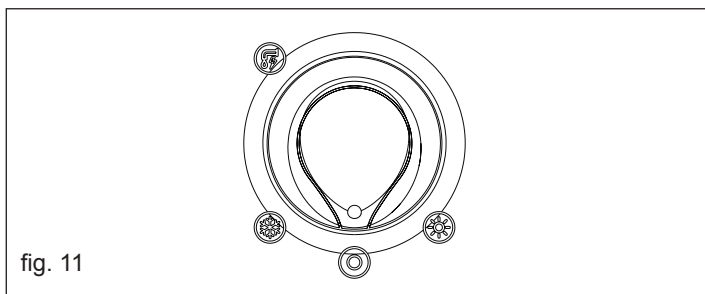

fig. 11
- aduceți selectorul de funcție pe  (oprit/deblocare) (fig. 11),